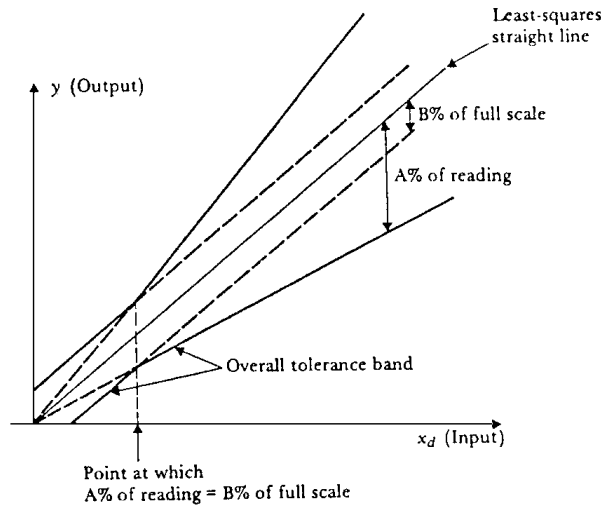

Figura 1
3. En la práctica ningún instrumento tiene una respuesta lineal perfecta, por lo que se hace necesario medir desviaciones respecto del comportamiento lineal. Así la “no-linealidad independiente” expresa la máxima desviación de los puntos respecto del ajuste lineal por mínimos cuadrados, ya sea como  $\pm A\%$  de la lectura o como  $\pm B$  del valor de plena escala. Estas especificaciones sobre la linealidad se muestran en la figura 1.